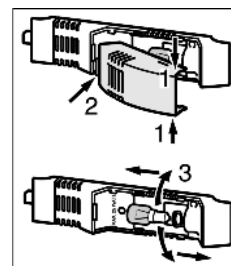

Fig. 18
- ▶ Afferrare il coprilampada sul lato superiore e inferiore *Fig. 18 (1)*.
- ▶ Sbloccare il coprilampada sul retro e sganciarlo *Fig. 18 (2)*.
- ▶ Sostituire la lampadina *Fig. 18 (3)*.